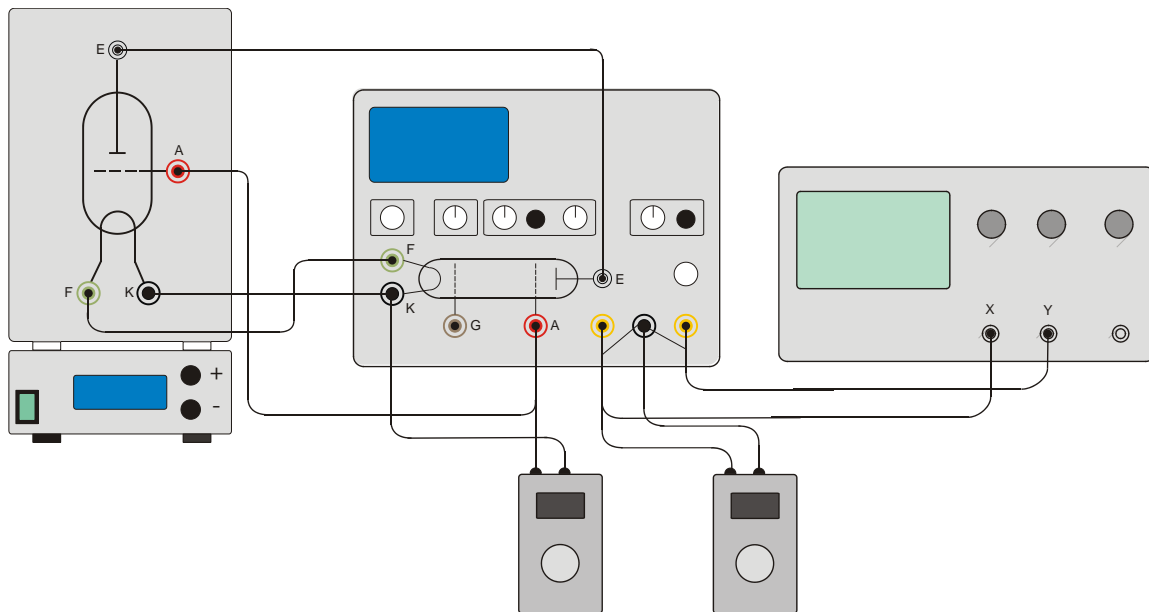

Fig. 3 Montagem da experiência com o tubo de Franck-Hertz com 2 voltímetros digitais
- Conectar o voltímetro digital (U_x) e a tomada de massa (vide fig. 3).